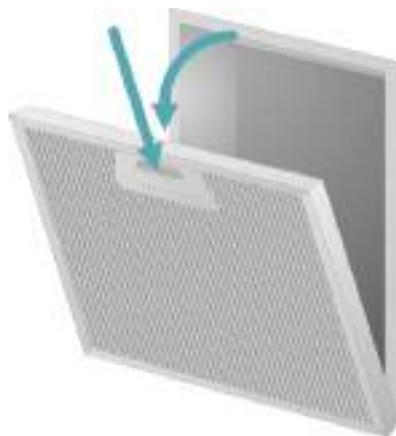

Рис.12 Снятие алюминиевого жирулавливающего фильтра
1. Нажмите на защелки на жирулавливающем фильтре и снимите фильтр. (Рис. 12)